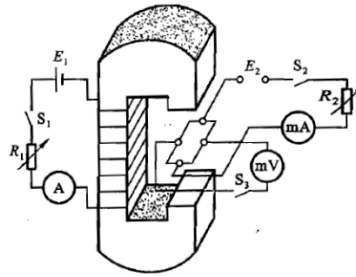

图 2
3、(1) 如何利用霍尔效应测量磁场？
按照图 2 安排实验装置，从仪器说明上读取霍尔元件的灵敏度 K_H ，分别从毫安表和毫伏表上读出霍尔电流 I_H 和霍尔电压 U_H 的值，利用 (1) 式变形 $B = \frac{U_H}{K_H I_H}$ 即可计算出磁场的值；
(2) 如何用霍尔效应确定材料中的载流子浓度？